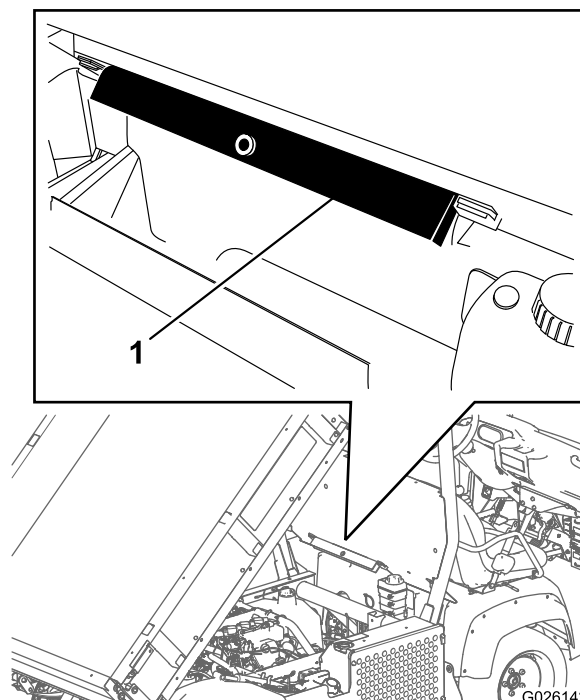

Figura 13
2. Rimuovete il supporto del pianale dalle staffe di fissaggio sulla parte posteriore del pannello del ROPS (Figura 13)